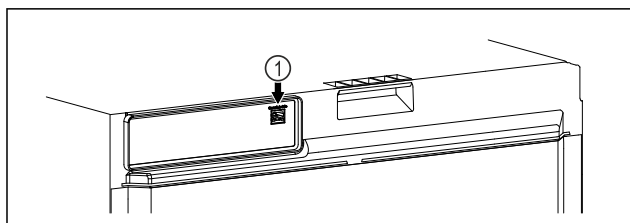

Fig. 117
- ☐ El SmartModule Fig. 117 (1) está colocado.